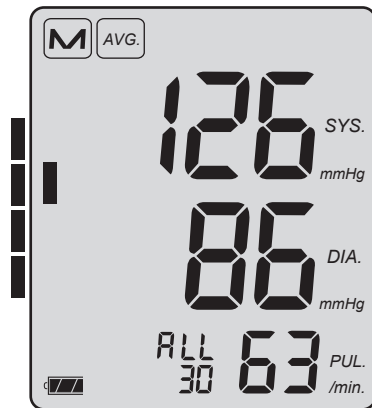

Figure 8
!L'appareil étant éteint, rappeler la valeur moyenne après 30 mesures enregistrées en appuyant brièvement sur la touche M. La valeur moyenne de toutes les mesures enregistrées (ALL) est affichée. Si vous appuyez de nouveau sur la touche M, la valeur moyenne de toutes les mesures effectuées entre 0h00 et 11h59 (AM) puis la valeur moyenne de toutes les mesures effectuées entre 12h00 et 23h59 (PM) sont affichées. Le nombre de mesures ayant servi à calculer la valeur moyenne apparaît à côté de ALL/AM/PM (voir fig. 8).
Lorsque les valeurs moyennes sont affichées, un rectangle de couleur foncée apparaît sur la gauche sur l'afficheur (voir fig. 8). Ce carré indique la valeur moyenne de la tension artérielle. À l'aide de l'échelle d'évaluation jointe (voir figure 9), recherchez dans quelle zone se situe votre tension artérielle selon l'OMS (voir page 95).